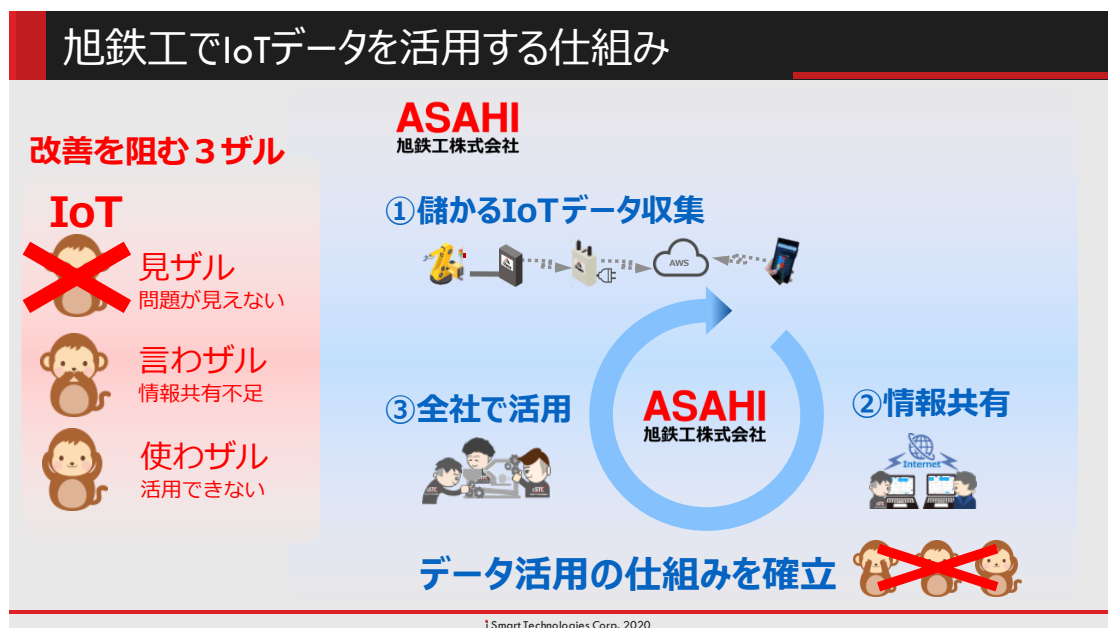

図 4.1-1 旭鉄工で IoT データを活用する仕組み
年 4 億円以上の労務費削減効果を出した旭鉄工では、①儲かる IoT データを収集し（見える化）②情報を共有し、③全社で活用する仕組みを確立しています（図 4.1-1）。カイゼン目標の立て方から実行を促す仕組み、ノウハウの蓄積と共有の仕組み、経理との整合性チェックや原価管理との連携などの工夫が必要です。まずは少人数のメンバーで少しずつ始めるわけですが、デジタルによる魔法の杖を振れば勝手によくなる、なんてことはありませんし、「IoT やっとけ」と丸投げしても担当者の負担が大きすぎてうまくいきません。会社の仕組みを変えるわけですから経営者や管理監督者の関与・バックアップが早い段階から必要です。